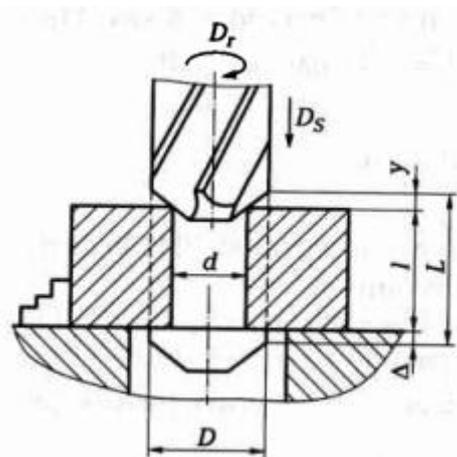

Рисунок 1 – Схема процесса зенкерования
1. На вертикально-сверлильном станке 2Н135 зенкеруют предварительно обработанное сквозное отверстие (рисунок 1) диаметром  $d=44,4$  мм до диаметра  $D=46,7$  мм на глубину  $l=70$  мм (под последующую обработку одной разверткой). Материал заготовки – бронза БрОЦ4-3 твердостью 70НВ. Заготовка – отливка. Обработка выполняется с охлаждением. Требуется выбрать режущий инструмент, назначить режим резания и определить машинное время.
2. На вертикально-сверлильном станке 2Н135 зенкеруют сквозное отверстие (рисунок 1) диаметром  $d=42$  мм до диаметра  $D=44$  мм на глубину  $l=10$  мм. Материал заготовки сталь 45Х с  $\sigma_{\text{в}}=650$  МПа и твердостью 180НВ. Заготовка из горячекатаного проката, при обработке она охлаждается эмульсией. Требуется выбрать режущий инструмент, назначить режим резания и определить машинное время.
3. На вертикально-сверлильном станке 2Н135 зенкеруют сквозное отверстие (рисунок 1) диаметром  $d=18$  мм до диаметра  $D=20H11$  мм на глубину  $l=20$  мм. Материал заготовки сталь 45Х с  $\sigma_v=600$ МПа и твердостью 160НВ. Заготовка из горячекатаного проката, при обработке она охлаждается эмульсией. Требуется выбрать режущий инструмент, назначить режим резания и определить машинное время.
4. На вертикально-сверлильном станке 2Н135 зенкеруют сквозное отверстие (рисунок 1) диаметром  $d=40$  мм до диаметра  $D=42H11$  мм на глубину  $l=25$  мм. Материал заготовки сталь 45Х с  $\sigma_v=650$ МПа и твердостью 165НВ. Заготовка из горячекатаного проката, при обработке она охлаждается эмульсией. Требуется выбрать режущий инструмент, назначить режим резания и определить машинное время.
5. На вертикально-сверлильном станке 2Н135 зенкеруют сквозное отверстие (рисунок 1) диаметром  $d=50$  мм до диаметра  $D=51H11$  мм на глубину  $l=25$  мм. Материал заготовки сталь 45 с  $\sigma_v=700$ МПа и твердостью 180НВ. Заготовка из горячекатаного проката, при обработке она охлаждается эмульсией. Требуется выбрать режущий инструмент, назначить режим резания и определить машинное время.